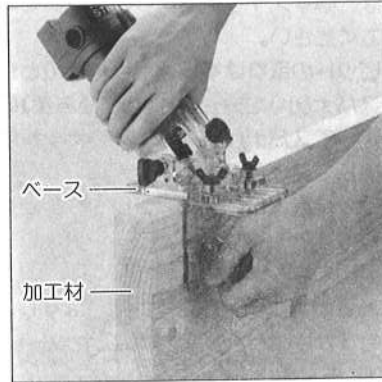

図6
④電源プラグを差し込む前に、スイッチが切れていることをご確認ください。(スイッチを入れたままプラグを差し込みますと、急に動き出して事故の原因になります)。
- 加工する材料にビットが触れないところでスイッチを入れ、ビットの回転が上昇し安定したらベース面を材料に密着させ、本機を送ってください。(図6参照)